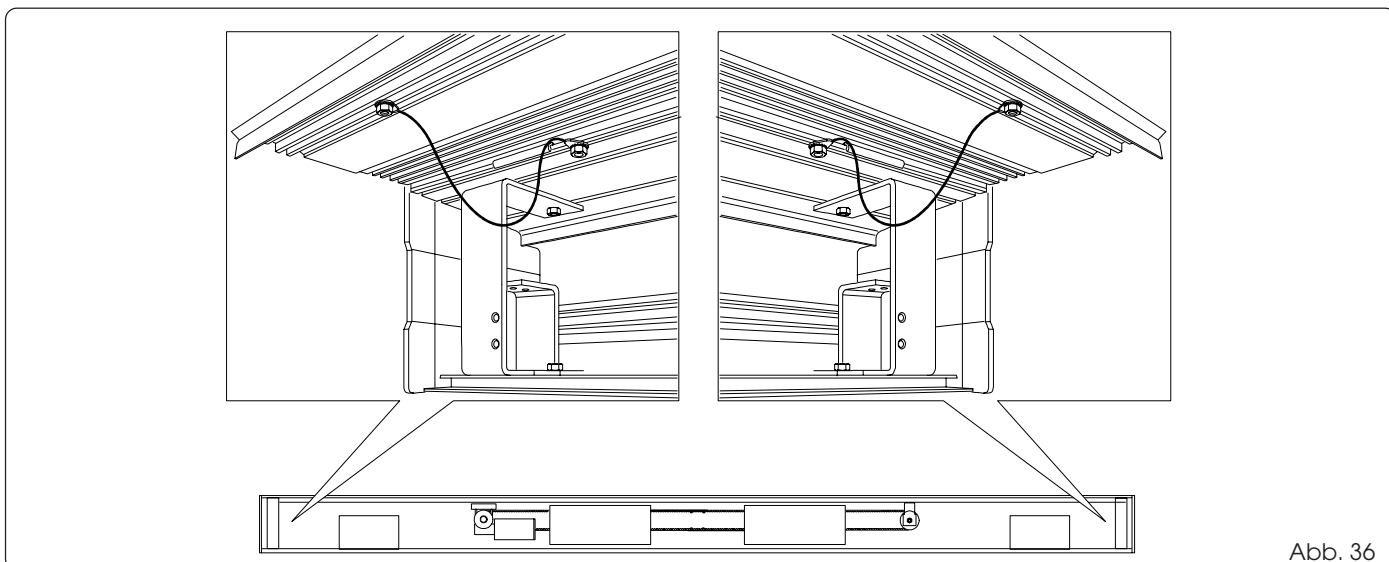
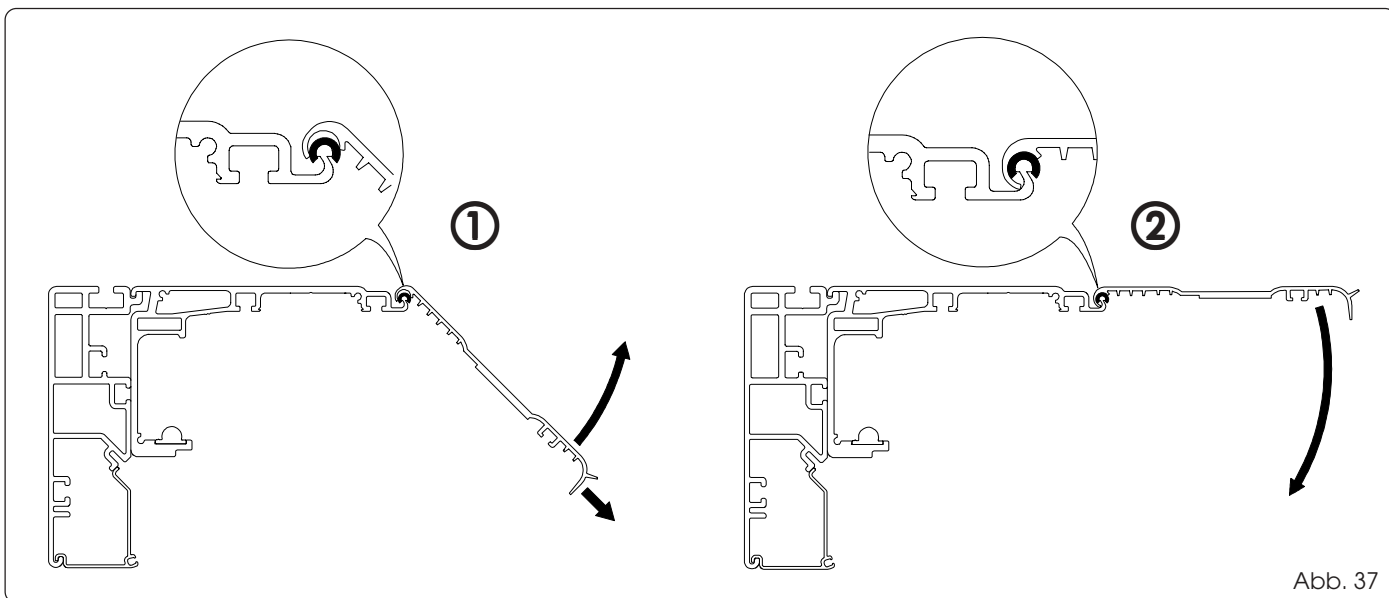

Abb. 36
Abb. 37
Die abgenommenen Auffangkabel und die Verschlussabdeckung (wenn vorhanden) laut Angaben in Abb. 36 wieder montieren. Die Verschlussabdeckung auf die schwingungsdämpfenden Distanzstücke auflegen, laut Angaben in Abb. 37 Bez. ① ziehen und nach oben drehen (Abb. 37 Bez. ②) bis sie korrekt einrastet. Die korrekte Einrastung auf der gesamten Länge der Abdeckung prüfen.